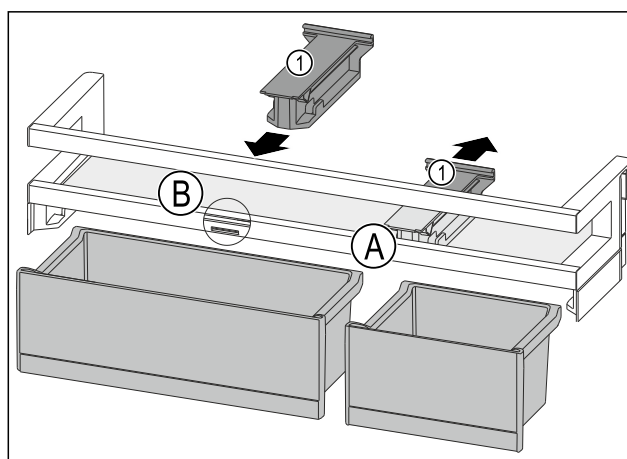

Fig. 150
- Držák Fig. 150 (1) v poloze Fig. 150 (A) stáhněte dozadu.
- Držák Fig. 150 (1) vložte v poloze Fig. 150 (B).